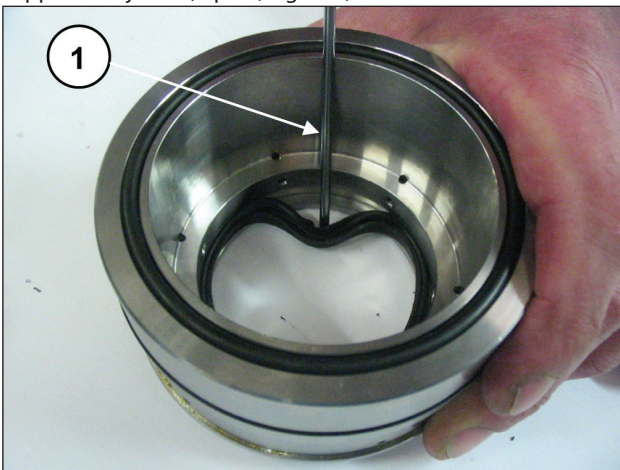

Fig. 168
Pour déposer le joint basse pression, utiliser une jauge d'épaisseur ou un outil qui n'endommage pas le siège du support des joints (rep. ①, Fig. 168).